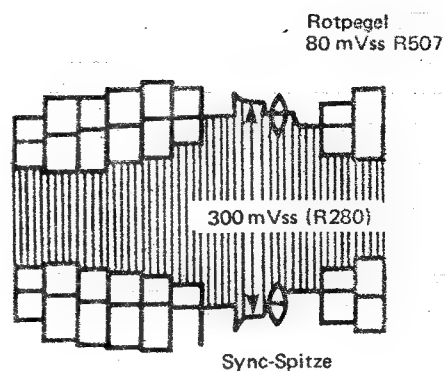

Abb. 61
- 5) Mit R280 (REC Y LEV) Sync-Spitze wie gezeigt in Abbildung 61 auf 300 mVss abstimmen.